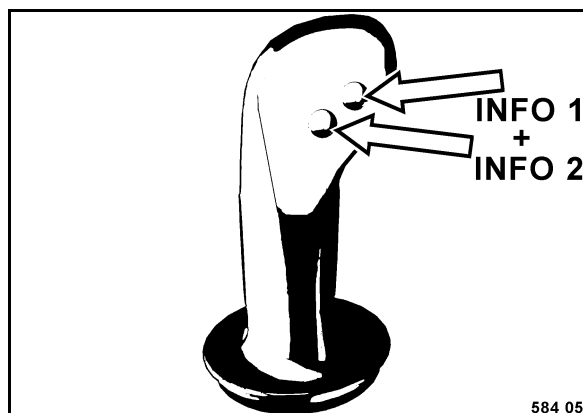

Fig. 88
- Pulsar ambos botones INFO (Fig. 88) más de tres segundos para entrar al modo de ingreso. En la indicación aparece "UHR" ó "CLOCK" (reloj).